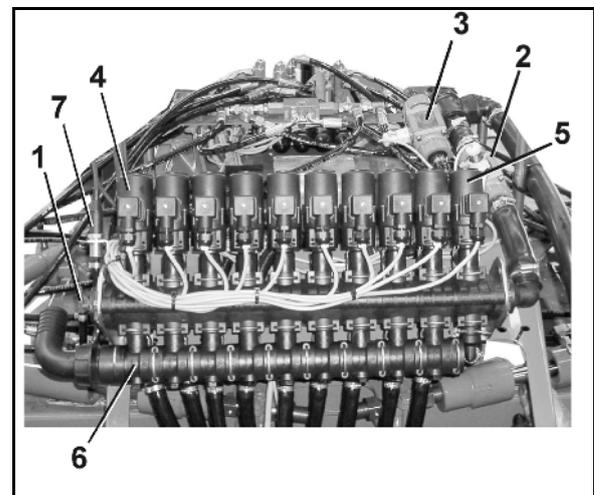

Fig. 99
| <ul style="list-style-type: none"> (1) Barre con tubazioni del prodotto (qui raffigurata come pacchetti di bracci ripiegati). (2) Staffe di sicurezza per il trasferimento. Le staffe di sicurezza per il trasferimento servono al bloccaggio delle barre richiuse in posizione di trasferimento per evitarne l'apertura accidentale. (3) Telaio a parallelogramma per la regolazione in altezza delle barre. | <ul style="list-style-type: none"> (4) Tubo di protezione dei getti (5) Distanziale. (6) Fissaggio del braccio esterno, cfr. a pagina 114 (7) Compensazione di oscillazione, cfr. a pagina 116 (8) Valvola e rubinetto di commutazione per sistema SRP (9) Comando barra, cfr. Fig. 99. (10) Dispositivo di lavaggio esterno |